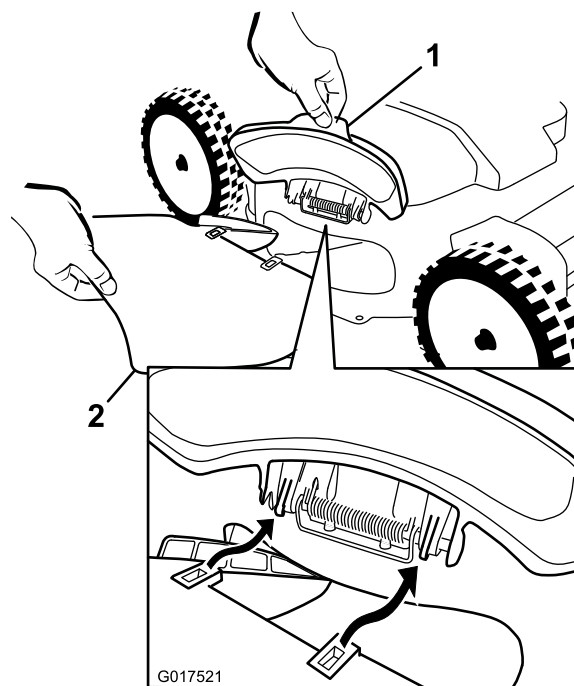
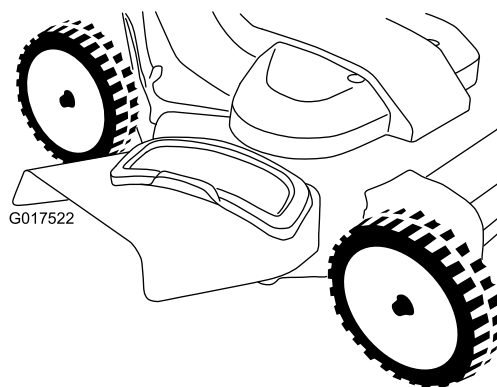

Рисунок 27
Рисунок 28
2. Установите боковой желоб для выброса, как показано на Рисунок 27 и Рисунок 28, и закройте отражатель на желобе.
1. Поднимите боковой отражатель выброса в открытое положение (Рисунок 27).